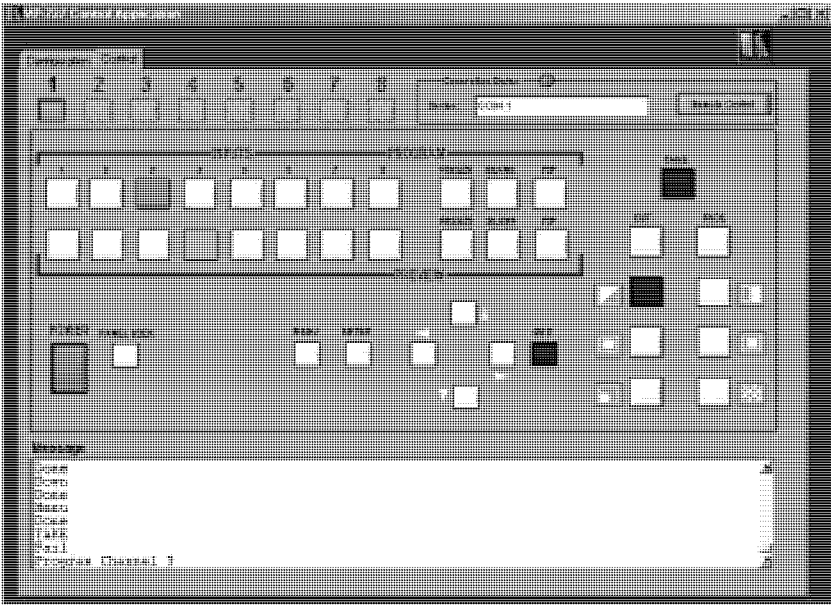

Рис. 24. Вкладка управления программы VP-727 Control Application
1. В программе *VP-727 Control Application* выберите вкладку *Control*. Появится окно управления прибором (рис. 24).